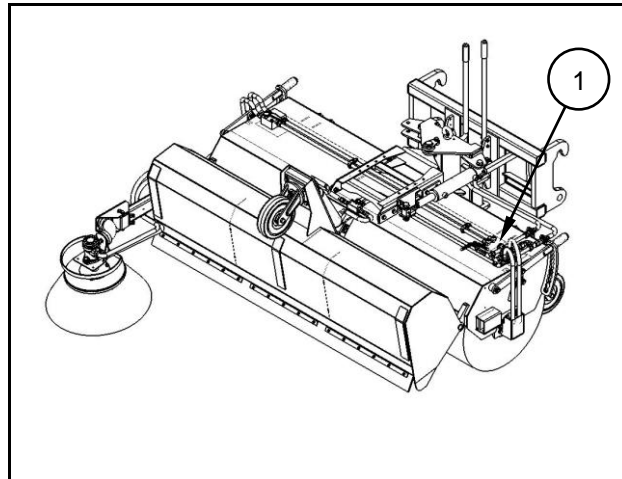

Fig. 6.1
- Fermer la vanne d'arrêt (1) du vérin de vidage (fig. 6.1) (doit être dirigée vers la roue-guide arrière).